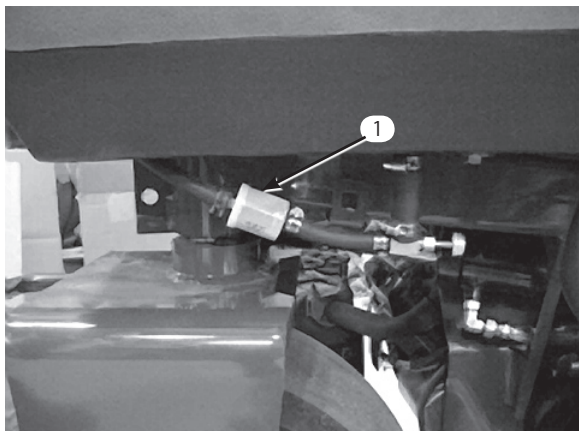

図48
燃料フィルタはインライン・タイプで、燃料タンクとキャブレタの間に設置してあります(図48)。800 時間ごと、又は燃料の流れが悪くなれば交換してください。フィルタに付いている矢印をエンジンの方に向けて取り付けてください。
1. 燃料バルブを閉じ、キャブレタ側にあるホースクランプ(図48)をゆるめてホースを抜く。
2. フィルタの下に容器を置き、もう一方のクランプも外してフィルタを取り出す(図48)。